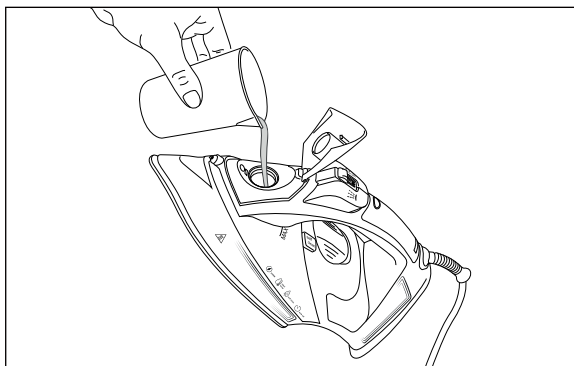

Fig. 4
- 3) Encha o copo de medição **15** com água canalizada ou água destilada. Com o copo de medição **15**, encha o depósito de água **13** (ver Fig. 4).